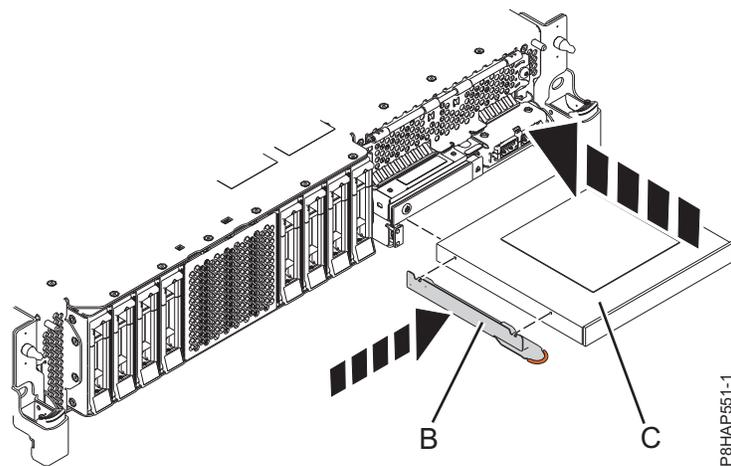
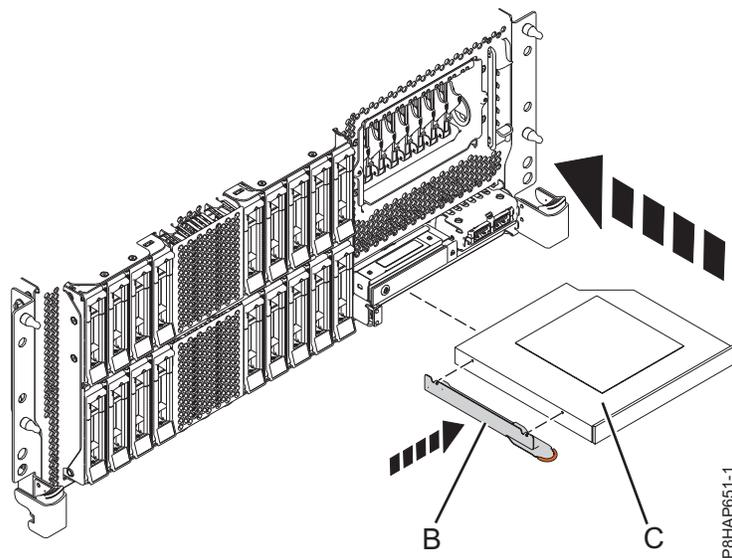
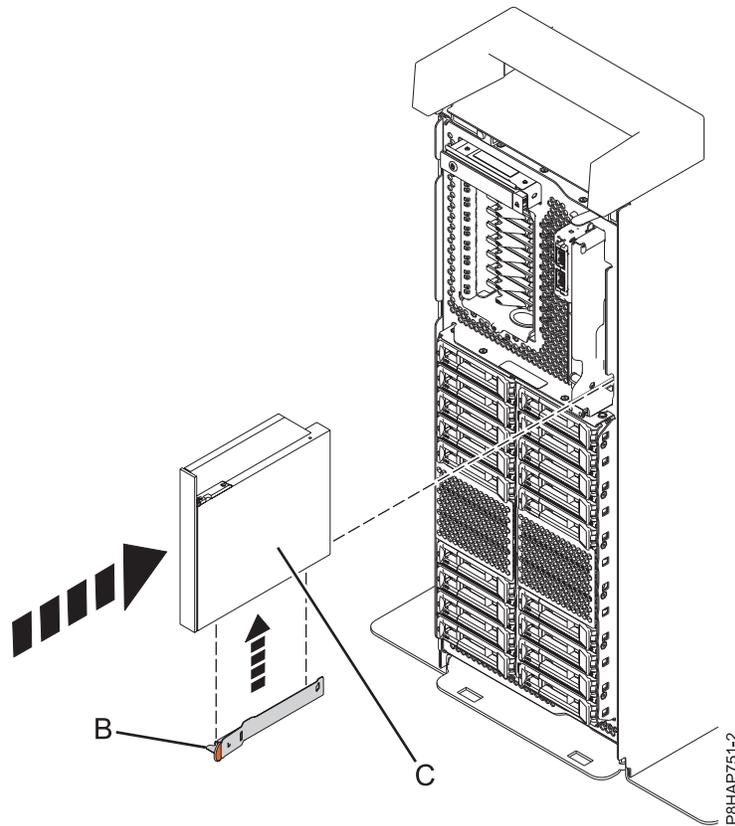

Abbildung 6. Flache Einheit für austauschbare Datenträger installieren - System 8284-21A oder 8284-22A
Abbildung 7. Flache Einheit für austauschbare Datenträger installieren - Einschubsystem 8286-41A oder 8286-42A
Abbildung 8. Flache Einheit für austauschbare Datenträger installieren - eigenständiges System
5. Befestigen Sie die Halterung (B) an der neuen flachen Einheit für austauschbare Datenträger; siehe Darstellung in Abb. 6 auf Seite 11 bei einem System vom Typ 8284-21A oder 8284-22A, Abb. 7 auf Seite 11 bei einem System vom Typ 8286-41A oder 8286-42A oder Abb. 8 auf Seite 12 bei einem eigenständigen System vom Typ 8286-41A.
6. Richten Sie die flache Einheit für austauschbare Datenträger (C) an der Datenträgerposition aus und stützen Sie die Einheit von unten ab, während Sie sie halb in das System einschieben.
Für ein System vom Typ 8284-21A oder 8284-22A gilt Abb. 6, für ein Einschubsystem vom Typ 8286-41A oder 8286-42A gilt Abb. 7 und für ein eigenständiges System vom Typ 8286-41A gilt Abb. 8 auf Seite 12.